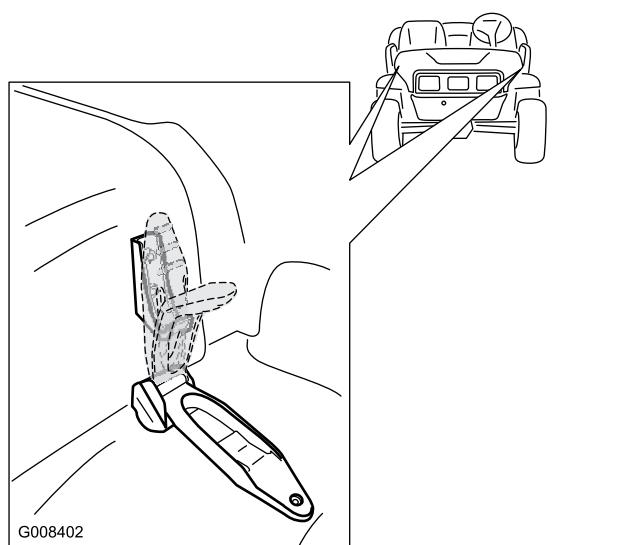

Bild 22
1. Heben Sie den Hebel der Gummiriegel an jeder Seite der Motorhaube an (Bild 22).
2. Fluchten Sie die Gummiriegel auf den Riegelankern an jeder Seite der Motorhaube aus, um die Motorhaube zu befestigen (Bild 22).